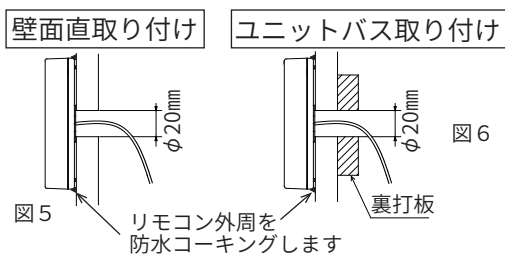

図6
- ・ユニットバスの場合は、φ5mmの穴を開け、リモコンが取り付けユニットバス外壁面に裏打板を取り付けます。（図6）